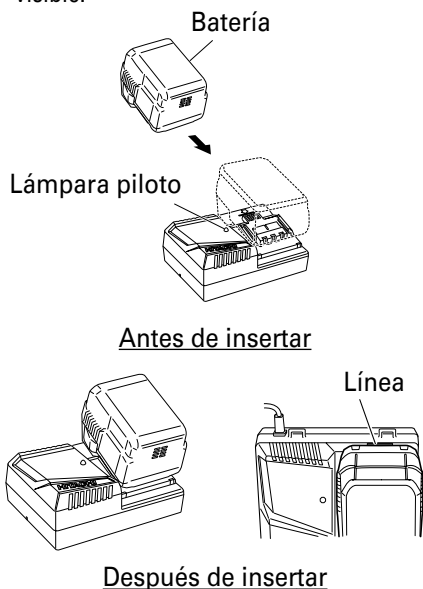

Fig. 5
2. Inserte la batería en el cargador de baterías. Inserte la batería en el cargador de baterías como se muestra en la Fig. 5. Asegúrese de que hace contacto hasta que la línea quede visible.